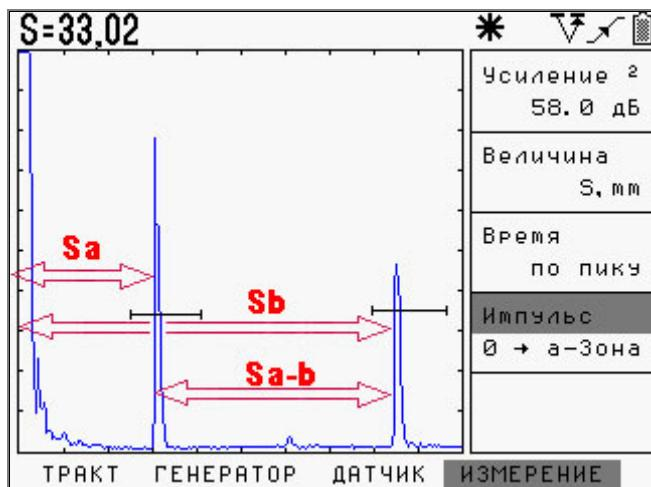

Рис.3-6 Измерение времени прохождения сигнала в призме по образцу СО-3
Картина на экране дефектоскопа будет аналогичной показанной на рис. 3-6
4. Сигнал вновь проходит через призму и регистрируется прибором. Этот сигнал изображен на рис. 3.6 через расстояние Sa.
7. Пришедшие колебания отображены на рис.3-6 на расстоянии Sb.